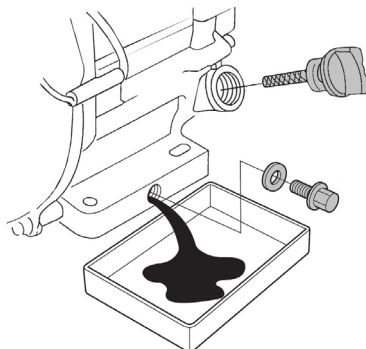

Рис. 20 Замена моторного масла
3. Извлеките крышку-щуп (Рис. 20) из маслозаливной горловины.
4. Открутите (Рис. 20) сливной болт и слейте отработанное масло в подготовленную для этого емкость.